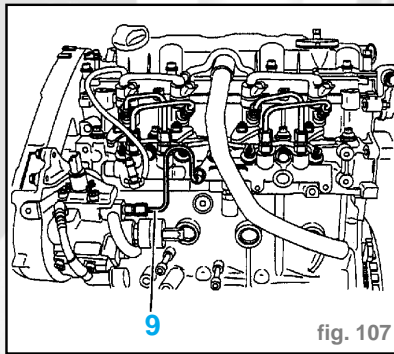

fig. 107
Attention : Toute intervention sur les tuyaux haute pression (9) nécessite leur échange systématique (fig. 107).